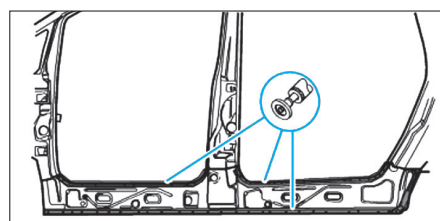

FIG. 38
- Enlever les morceaux de tôle restants (Fig.38).